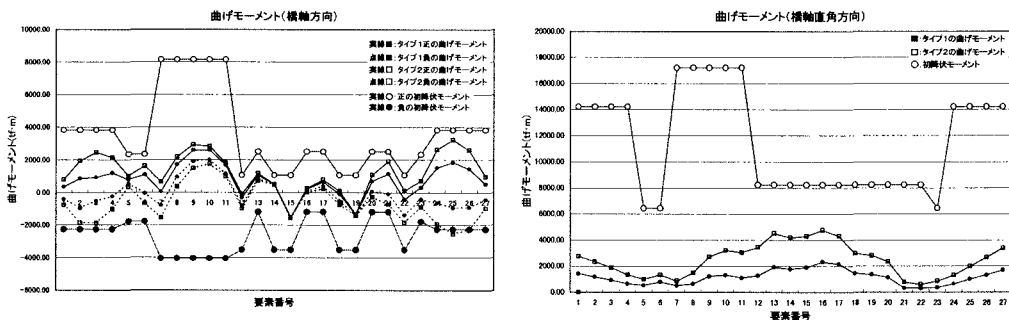

図3 非線形動的解析の解析結果（上部工）
上部構造の照査項目（①橋軸方向の曲げモーメント、②橋軸直角方向の曲げモーメント、③橋軸方向のせん断力、④橋軸直角方向のせん断力）のうち、②～④については、いずれの照査も満足する結果となり、①についても、R C中空床版、P R C中空床版、鋼合成桁は、いずれの照査も満足する結果となったが、A 2側のR Cアーチ部の一部（要素番号25）において、以下に示すように初降伏曲げモーメントを約10%越える結果となった。これについては、アーチ部がR C部材でありある程度のじん性を有していること、終局曲げモーメントに対しては十分に余裕があることから、静的解析により決定される配筋で特に問題ないと判断できる（図3）。